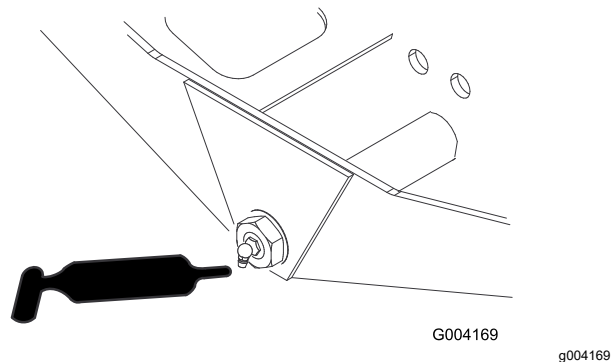

Figura 78
- Pivote de dirección del eje (1) (Figura 78)